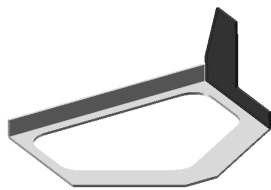
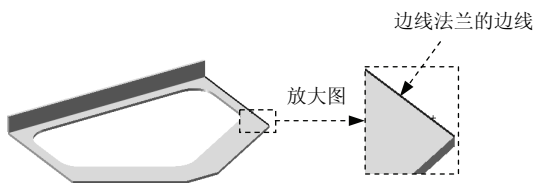

图 2.9 边线-法兰 2
图 2.10 边线法兰 2 的边线
Step5. 创建图 2.9 所示的钣金特征——边线-法兰 2。选择下拉菜单 **插入(I)** **钣金(B)** **边线法兰(E)...** 命令（或单击“钣金”工具栏中的 按钮）；选取图 2.10 所示的模型边缘为生成的边线法兰的边线；在 **角度(G)** 区域的 文本框中输入角度值 90.0，在“边线法兰”对话框 **法兰长度(L)** 区域的 下拉列表中选择 **给定深度** 选项，在 文本框中输入深度值 20.00mm，在此区域中单击“内部虚拟交点”按钮 ，在 **法兰位置(N)** 区域中单击“折弯在外”按钮 ；单击 按钮，完成边线-法兰 2 的初步创建；在设计树的 **边线-法兰2** 上右击，在系统弹出的快捷菜单上单击 命令，系统进入草图环境，绘制图